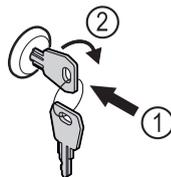

Fig. 171
- ▶ Introducir la llave Fig. 171 (1).
- ▶ Girar la llave 90° en sentido horario Fig. 171 (2).